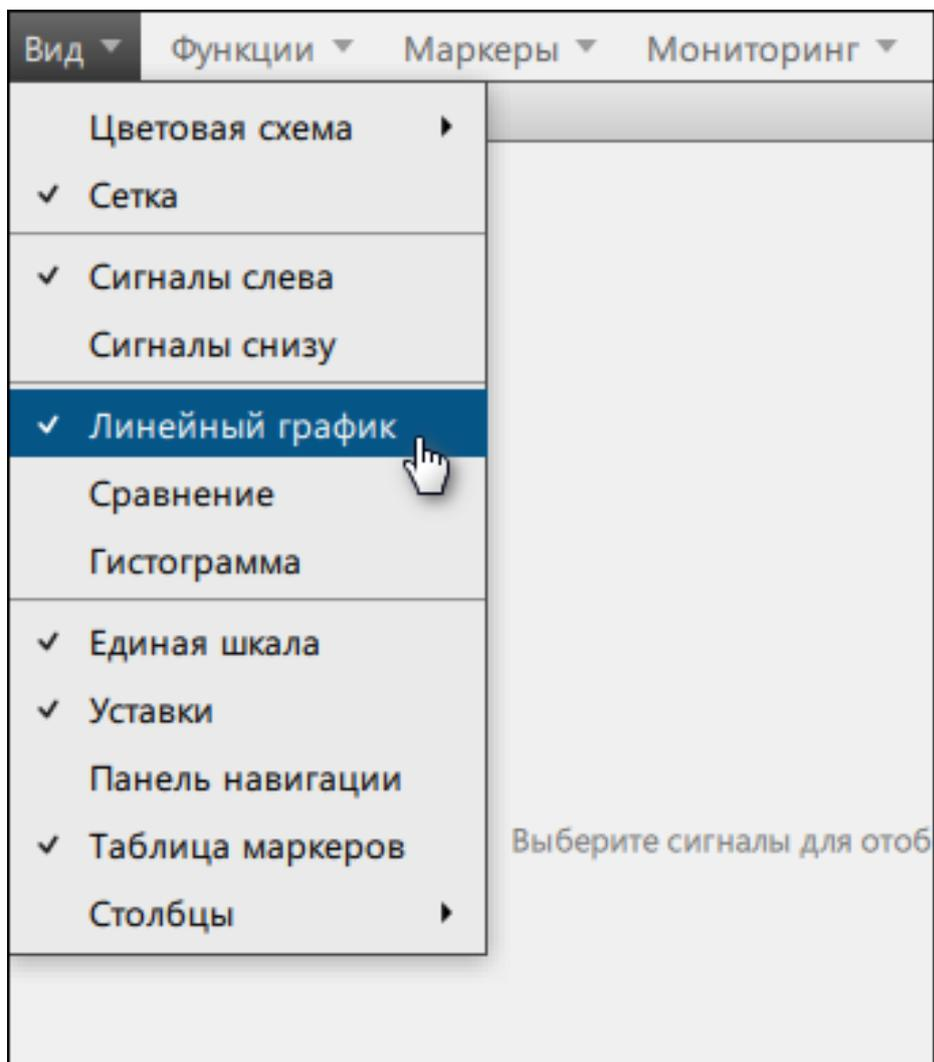

Рисунок 75 - Добавить линейный график
2. В открытом окне выберите **Вид** → **Линейный график** (Рисунок 75).